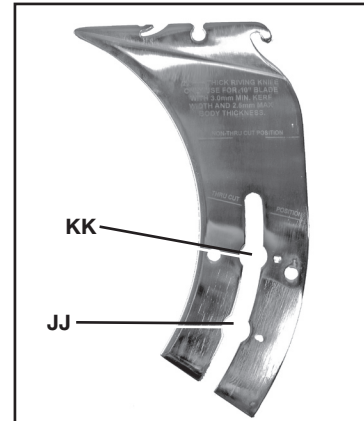
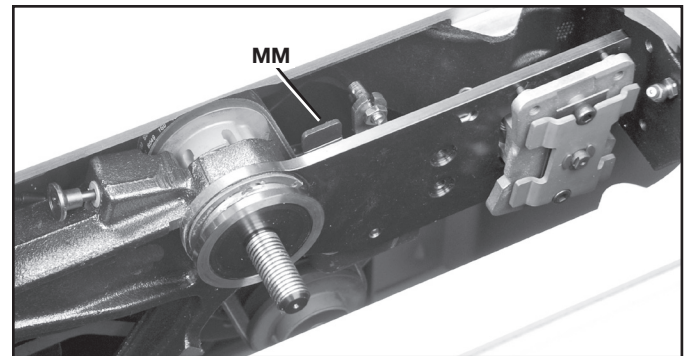

FIG. 30
FIG. 31
2. En tenant le levier, tirer le couteau séparateur vers le haut jusqu'à ce que la détente (JJ) fig. 30 s'engage en position de coupe transversante.
3. En tenant le levier, presser le couteau séparateur vers le bas jusqu'à ce que la détente (KK) fig. 30 s'engage en position de coupe non transversante.
2. Écarter le levier de dégagement du couteau séparateur (MM) fig. 31 de la lame et tirer le couteau séparateur vers le haut pour abaisser la détente (JJ) fig. 30 en position de coupe transversante.
3. Écarter le levier de dégagement du couteau séparateur de la lame et presser le couteau séparateur vers le bas pour élever la détente (KK) fig. 30 en position de coupe non transversante.